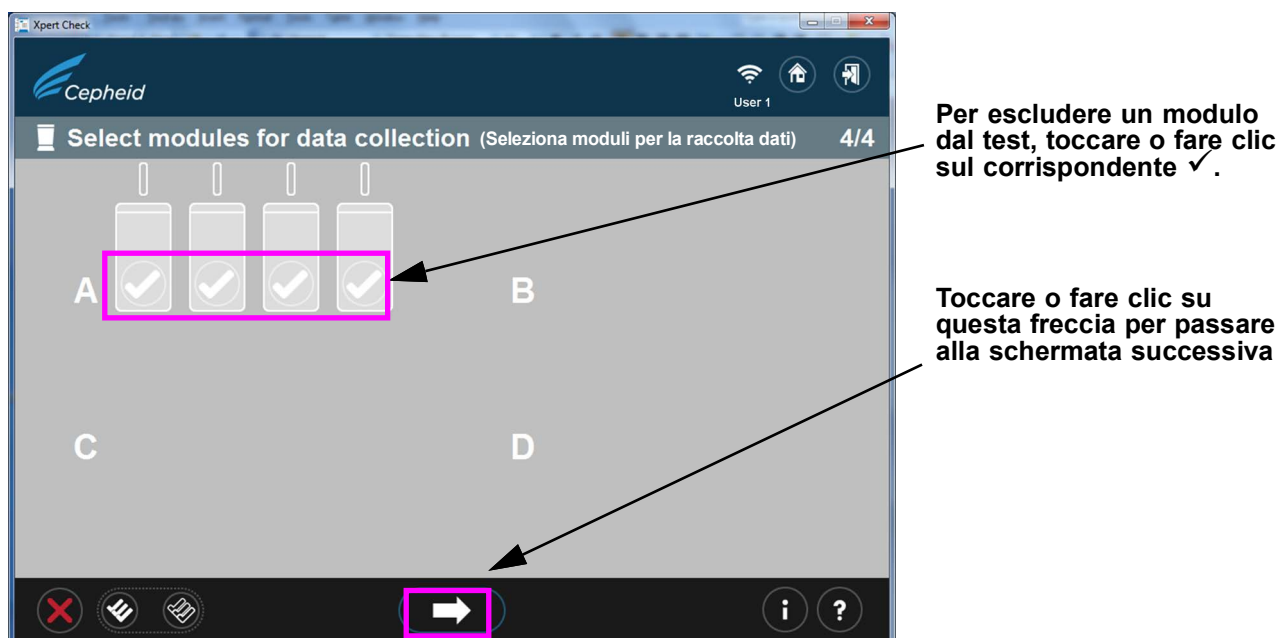
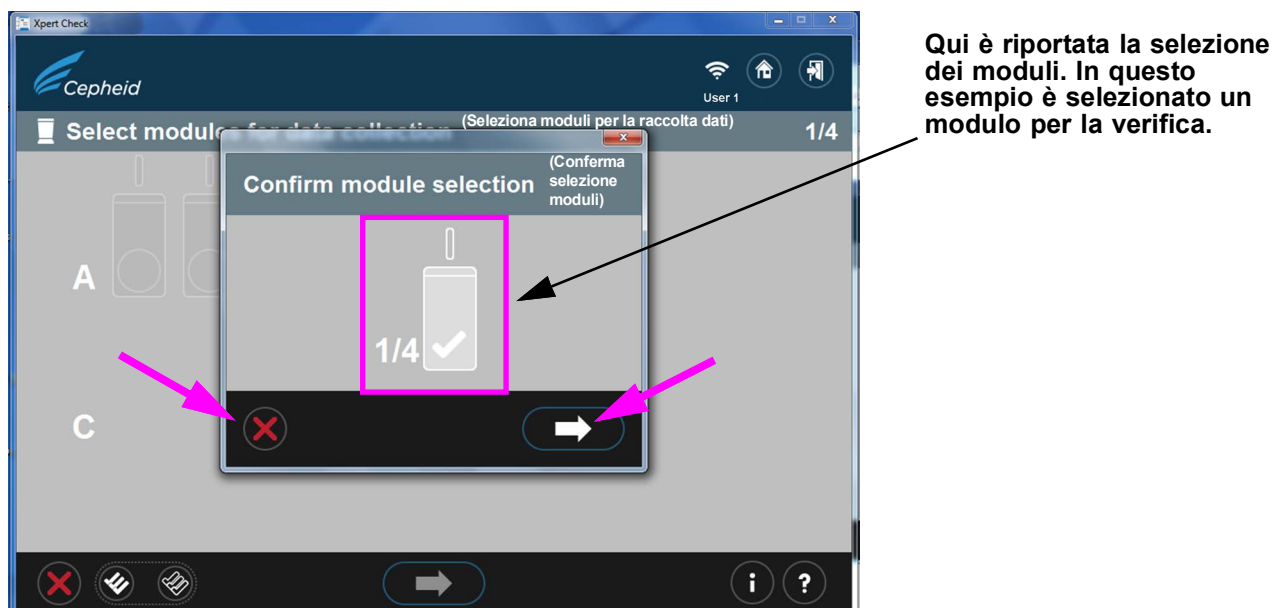

Figura 2-11. Schermata Seleziona moduli per raccolta dati
Figura 2-12. Schermata Conferma selezione moduli
Si osservi che la schermata Preparazione moduli (Module preparation) apparirà solo se il firmware dei moduli è diverso da 3.0.3. La schermata indica che il software sta eseguendo l'aggiornamento/il downgrade del firmware per i moduli. La schermata successiva che verrà visualizzata è quella riportata nella Figura 2-11, la schermata Seleziona moduli (Select modules).
12. Seguire le istruzioni su schermo del software riportate nella Figura 2-11. Per impostazione predefinita, tutti i moduli rilevati verranno contrassegnati come selezionati per la verifica.
13. Dopo aver confermato la selezione dei moduli, come illustrato nella Figura 2-11, toccare o fare clic sulla freccia bianca in basso nella schermata per iniziare la scansione delle cartucce. Se la selezione dei moduli è errata, toccare o fare clic sulla **X** rossa nell'angolo in basso a sinistra per tornare alla schermata Seleziona moduli (Select Modules) e cambiare la selezione. Vedere la Figura 2-12.